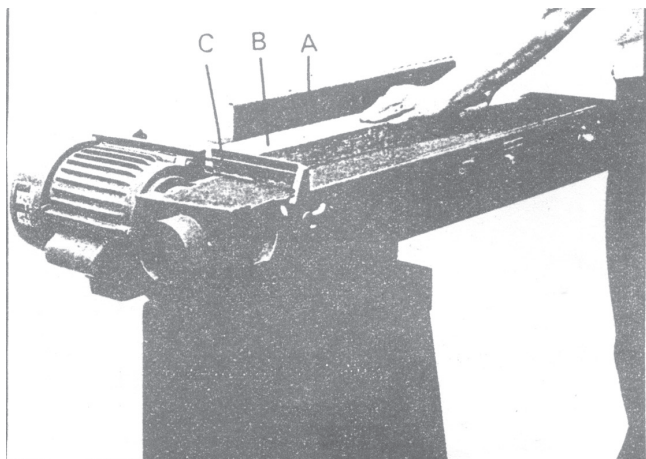

Fig. 8
1. Monter anleggplaten (A) for flat slipning.
2. Juster knappen for tvingens støtte (C) for et sikrere arbeid, se fig. 8.